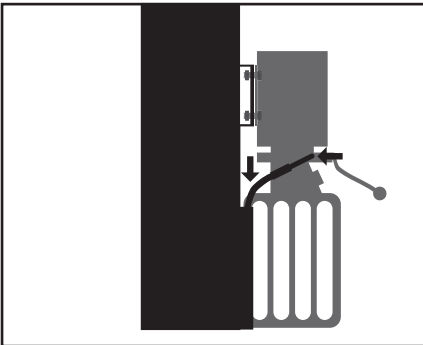
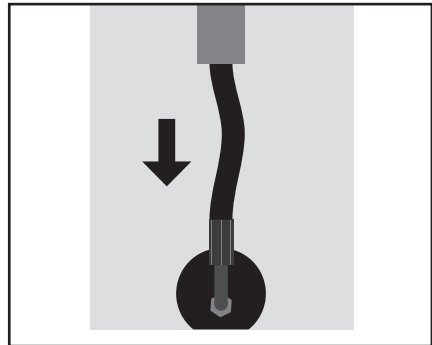

Fig. 14
Fig. 15
1. Hydrauliekslang aansluiten tussen pomp en cilinder (Fig. 14, Fig. 15)